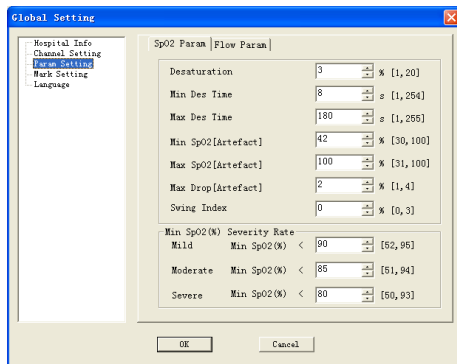

Figure 5.27
- 3) « Param Setting » (Réglage des paramètres) compte deux pages de réglage : La section « Param Setting » (réglages des paramètres) comprend deux pages de réglage : « SpO2 Param » (Paramètres SpO2) et « Flow Param » (Paramètres de débit). Les valeurs des paramètres correspondants peuvent être réglées dans chacune de ces pages, comme le montre la Figure 5.27.